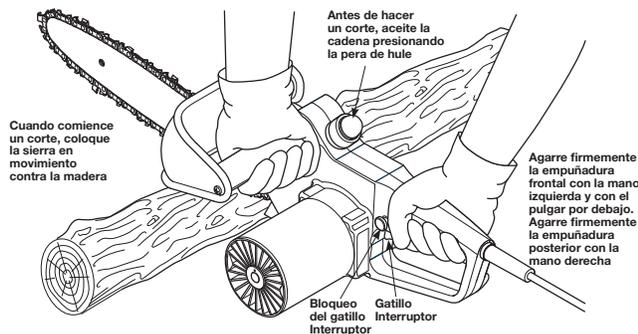

Fig. 8 Procedimiento seguro para cortar un tronco con la sierra de cadena
- Agarre firmemente ambas empuñaduras de la sierra de cadena con los pulgares y dedos. Agarre firmemente la empuñadura frontal con la mano izquierda y con el pulgar por debajo. Agarre firmemente con la mano derecha la empuñadura posterior con la mano derecha (Fig. 8).
- Cuando esté listo para hacer un corte, presione el interruptor de bloqueo del gatillo con el pulgar derecho, a la vez que oprima el gatillo con los dedos de la mano derecha (Fig. 8). Ello encenderá inmediatamente la sierra de cadena. Soltar el gatillo, la apagará.
- Cuando comience un corte, coloque la sierra de cadena contra la madera (Fig. 8). Cuando corte el tronco, mantenga la sierra de cadena firme en su lugar. Esto evitará que el tronco rebote o patine hacia los costados.